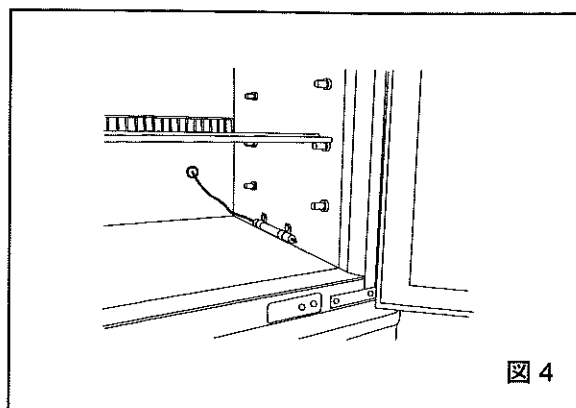

図4
4. 感温部を保冷库内右側の取付孔にナイロンクリップを用いて、図4のように固定します。